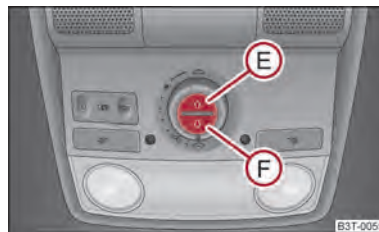

Fig. 32 Teclas para la cortinilla antisolar enrollable
Se puede abrir o cerrar la cortinilla antisolar enrollable individualmente con las teclas ⇒ fig. 32.
- Para abrir por completo pulse brevemente la tecla (E) ⇒ fig. 32.
- Para abrir en la posición deseada pulse la tecla (E) y manténgala presionada. Después de soltar la tecla, se parará el proceso de apertura.
- Para cerrar por completo pulse brevemente la tecla (F) ⇒ fig. 32.
- Para cerrar en la posición deseada pulse la tecla (F) y manténgala presionada. Después de soltar la tecla, se parará el proceso de cierre.
Para la inicialización de la cortinilla antisolar pulse el conmutador  ⇒ fig. 32 aprox. 10 segundos.